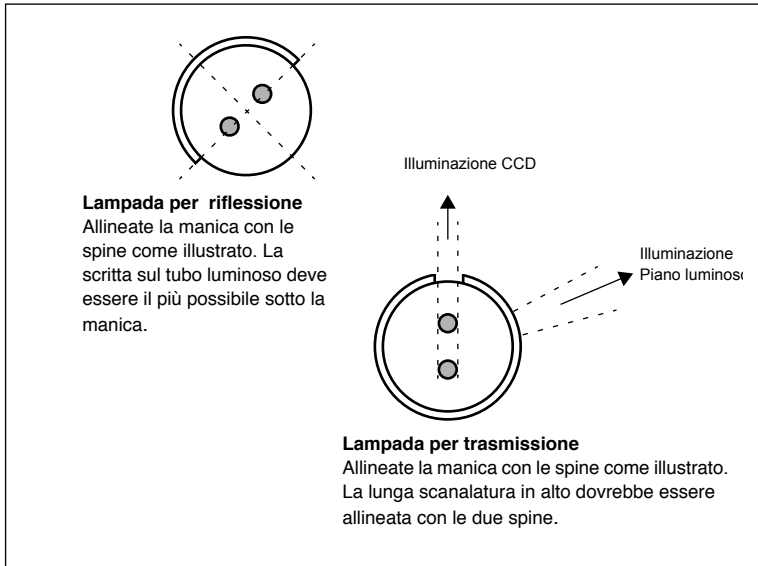

Figura 8: Allineamento maniche. La posizione relativa delle due lampade è approssimativamente quella vista dal lato sinistro dello scanner.
Talvolta le maniche sono fissate tramite incollatura quando lo scanner proviene direttamente dalla fabbrica, tuttavia, quando sostituite un tubo, la manica non sarà incollata; sarà fissa in modo che non possa scivolare liberamente; ma se provate, sarete in grado di ruotarla manualmente. L'orientamento esatto delle maniche è illustrato nella Figura 8.
5. Installate la nuova lampada seguendo la procedura opposta a quella utilizzata per rimuoverla. Assicuratevi che la manica sia allineata correttamente con lo scanner come illustrato nella Figura 8. Ruotate la lampada o regolate la manica se necessario.